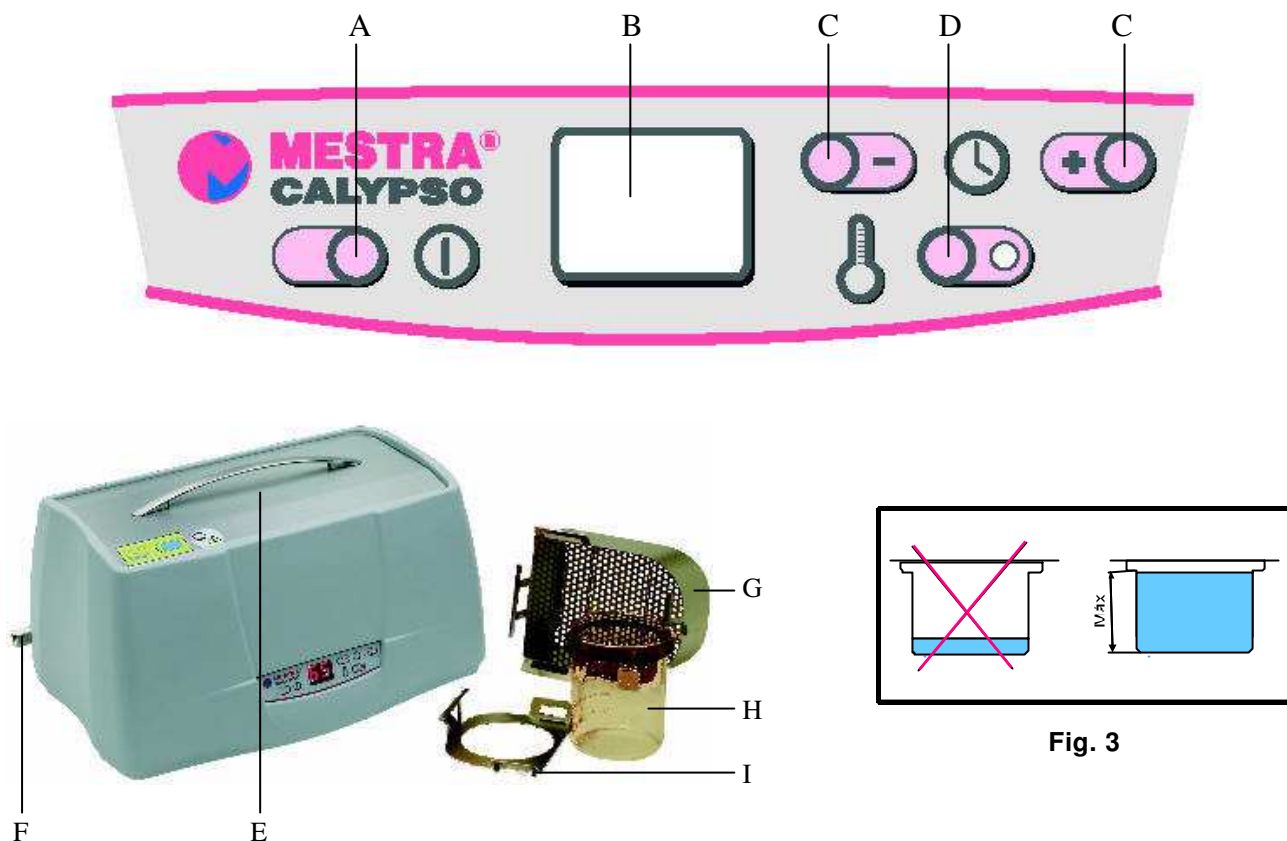

Fig. 3
- 1 cestillo de acero inoxidable (G).
- 1 soporte de vaso de acero inoxidable (I).
- 1 vaso de cristal de 90 mm de diámetro y 600 ml de capacidad (H).
- 1 tapa de acero inoxidable (E).
- Elija para el emplazamiento del aparato una superficie rígida, plana y alejada de fuentes de calor o vibraciones. Es conveniente colocar el aparato cerca de un fregadero, así podrá dejar instalada la manguera de desagüe conectada a la boca (F).
- Sitúe el cestillo de acero inoxidable (G) en el interior de la cuba del aparato. Para ello, encaje las pestañas laterales del cestillo en las ranuras dispuestas para tal fin en la carcasa.
- Rellene la cuba con agua o con solución limpiadora, teniendo en cuenta que el nivel mínimo no debe encontrarse nunca por debajo de los 10 cm. desde el fondo de la cuba. El nivel óptimo se encuentra en la línea de embutición situada en la parte superior de la cuba (Fig. 3)
- Dependiendo de la operación de limpieza que desee realizar, sitúe el cestillo (G); el soporte de vaso (I); el vaso de cristal (H); y la pinza limpia-fresas en sus respectivos lugares dentro de la cuba.
- 1 Stainless Steel Basket (G).
- 1 Stainless Steel Glass vessel support (I).
- 1 90 mm diameter Glass vessel and 600 ml capacity (H).
- 1 Stainless Steel lid (E).
- Place the stainless steel basket (G) inside the tank. Fit the flanges on the sides of the basket into the slots on the unit.
- Fill the tank with water or a cleaning solution, taking into account that the minimum level should not be less than 10 cm from the bottom of the tank. Optimum level is on the press line on the upper section of the tank (Fig. 3).
- Depending on the cleaning operation, place the basket (G), the vessel support (I), the glass vessel (H) and the Burr Cleaner Tweezers at the appropriate locations inside the tank.